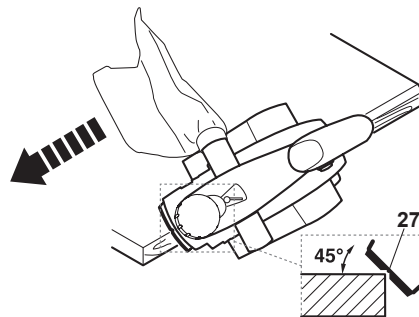

Fig. 11
- > Coloque la ranura en V (27) en el borde de la pieza de trabajo (Fig. 11).